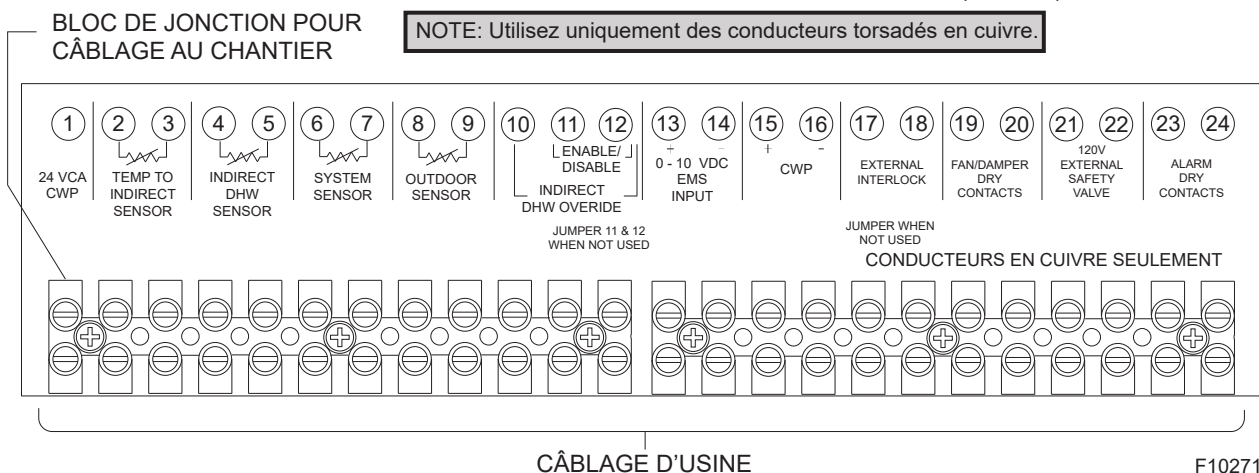

Figure 30. Câblage basse tension au chantier
Raccordez les câbles Enable/Disable au bornier de l'appareil (bornes 11 et 12), voir **Figure 30**. Toute fermeture des contacts secs, notamment ceux d'un thermostat distant, reliés à ces bornes, mettra la chaudière en marche. Veillez à ce qu'aucune des bornes ne soit mise à la terre.
2. Lorsque la sonde système (S3) est utilisée, connectez ses fils aux bornes marquées SYSTEM SENSOR, voir **Figure 30**.
2. Si le système doit comporter une sonde extérieure (option B-32) installée dans un puits, connectez-la aux bornes marquées OUTDOOR SENSOR. voir **Figure 30**. Veillez à ce qu'aucune des bornes ne soit mise à la terre.
2. Pour activer cette fonction de commande à distance, réglez le micro-interrupteur DIP 5 à la position UP sur la carte PIM. Le micro-interrupteur DIP 5 bascule entre un signal EMS (UP) ou le signal VERSA (DOWN). Le micro-interrupteur DIP 2 de la carte PIM bascule entre une entrée Direct Drive (UP) et une température de consigne cible (DOWN).
4. Connectez un système de gestion de l'énergie ou tout autre module de commande auxiliaire aux bornes marquées 0-10V (+/-), voir **Figure 30**. Portez une attention particulière pour éviter que toute partie du circuit +0-10 V n'entre en contact avec une surface mise à la terre.
3. Connectez le débitmètre de la boucle secondaire aux bornes 6 et 7 du bornier de la chaudière principale, voir **Figure 30**.
4. Connectez le capteur de température extérieure aux bornes 8 et 9 du bornier de la chaudière principale, voir **Figure 30**.
5. Connectez le câblage Enable/Disable aux bornes 11 et 12 du bornier de la chaudière principale voir **Figure 30**. Cette connexion doit être fournie par la fermeture des contacts secs.
à travers ces contacts est de 30 VCA ou 30 VCC, voir Connexions à effectuer au chantier, **Figure 30**.